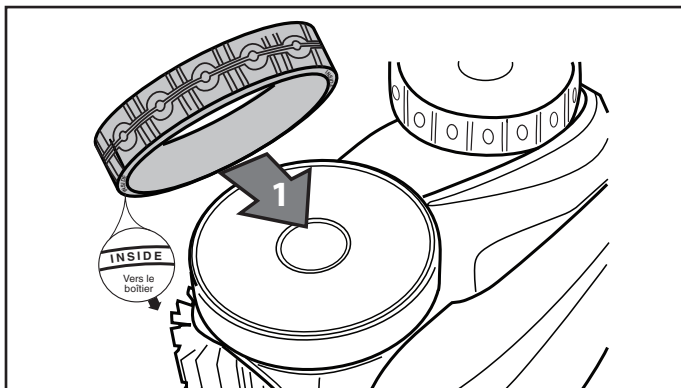

Figure 37. Sens pour remettre un pneu
3. Pour remplacer le pneu, le positionner sur la roue en s'assurant de l'orienter de manière à ce que le mot "INSIDE" sur la bande de roulement soit sur le côté intérieur de la roue, tourné vers le boîtier du nettoyeur. Se référer à la Figure 37.